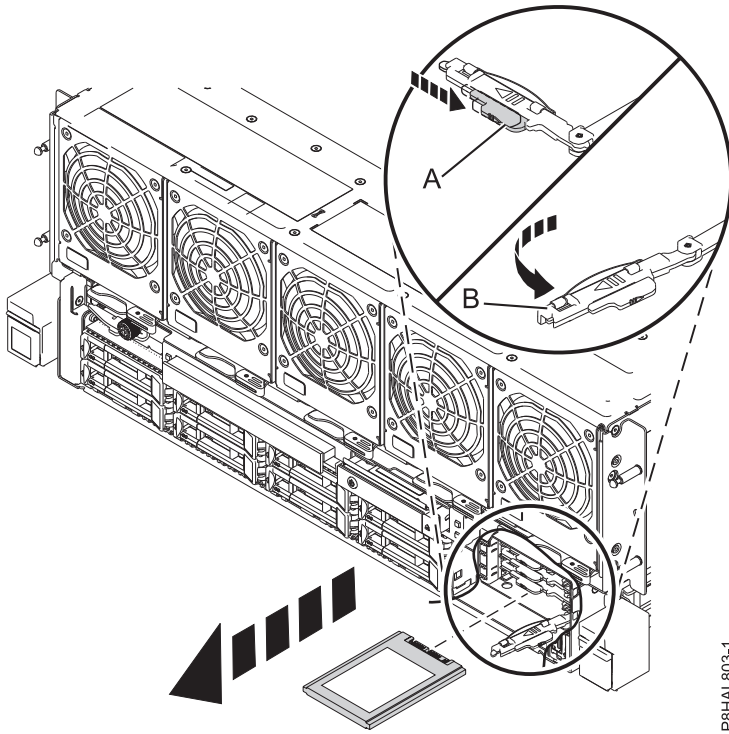

Figura 33. Extracción de una SSD de un sistema de 8408-44E o 8408-E8E
9. Cuando se encienda el LED de identificación con una luz fija, desbloquee el asa de la bahía de unidad (B) presionando el pestillo del asa (A) en la dirección mostrada y tirando del asa de la bahía de unidad (B) hacia usted, como se muestra en la Figura 33. Si el asa no está extendida del todo, la unidad de estado sólido no se puede deslizar hacia fuera del sistema.